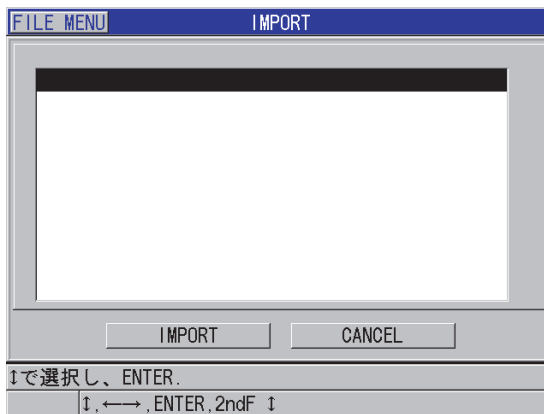

図 14-6 インポート画面の例
6. インポート画面で、以下の操作を行います (266 ページの図 14-6 参照)。